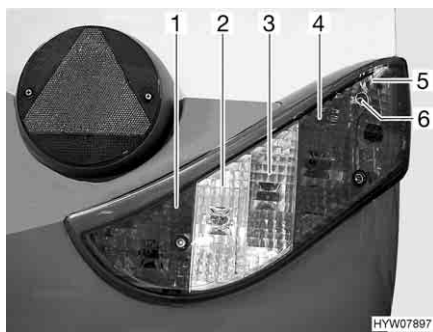

Fig. 149 Luci posteriori (lato anteriore)
- Svitare le tre viti ad esagono cavo (Fig. 149,6).